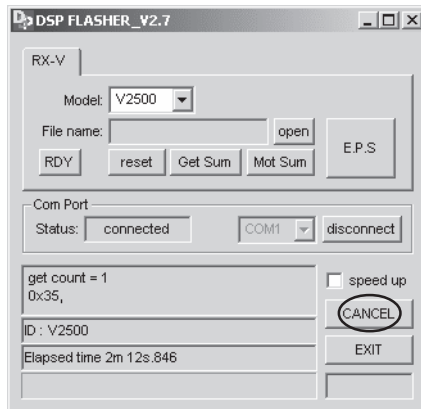

Fig. 12
k. Press the [EXIT] button of DSP FLASHER. This completes the writing procedure. (Fig. 12)
k. DSP FLASHER の[EXIT]ボタンを押して終了します。(Fig. 12)